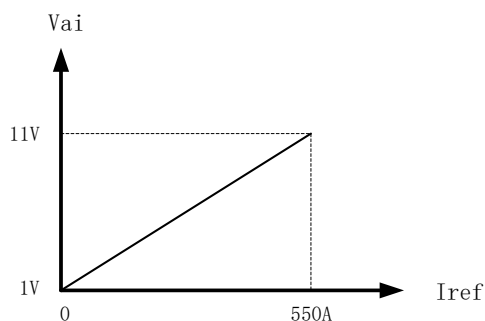

图 4-20 信号等效电路
3. 焊机实际设定电流值与焊机电流模拟量接收值之间的对应关系，如图 4-20 所示。